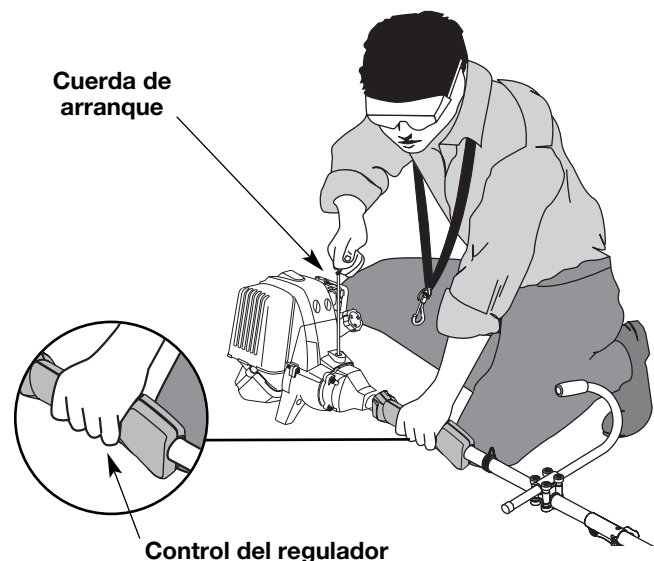

Fig. 22
**ADVERTENCIA:** Evite los arranques accidentales. Colóquese en posición de inicio cuando tire de la cuerda de arranque (Fig. 22). El operador y la unidad deben estar en una posición estable al arrancar la unidad para evitar graves lesiones personales. Compruebe que cualquier complemento usado se instale correctamente y que esté seguro, antes de poner en marcha la unidad.
6. Soporte en la posición de arranque (Fig. 22) y apriete el control de aceleración. Tire bruscamente del cordón de arranque hasta 5 veces.